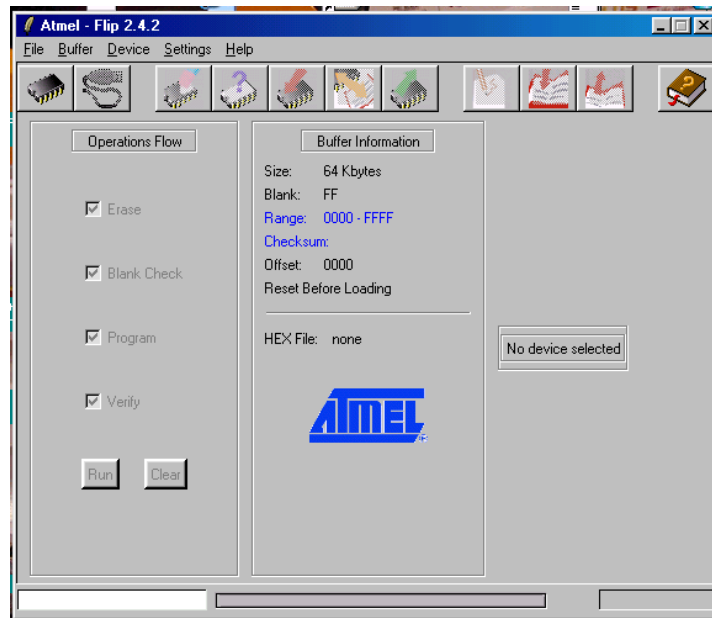

Рисунок 4.
- 15) В главном окне программы FLIP на панели **Operations Flow** выберите пункты **Erase** и **Program** рисунок 4.